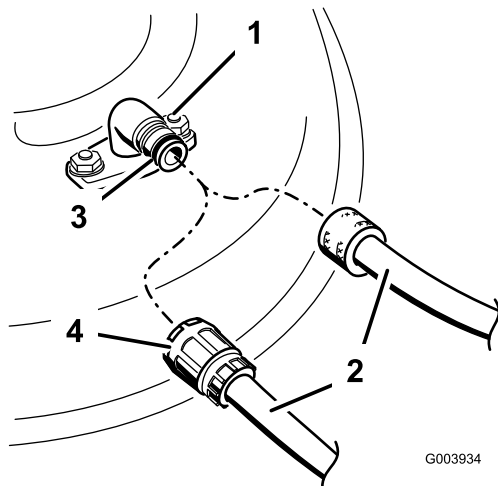

Figura 26
- Fixe uma mangueira ao encaixe para lavagem e abra a água a alta pressão (**Figura 26**).